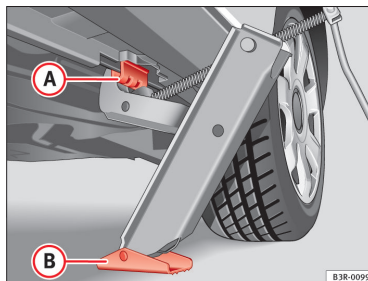

Fig. 124 Bas de caisse : emplacement du cric du véhicule
- Tournez le cric\*, placé sous le point d'appui du bas de caisse, pour le lever jusqu'à l'ergot  ⇒ fig. 124 situé sous le logement en plastique prévu à cet effet.